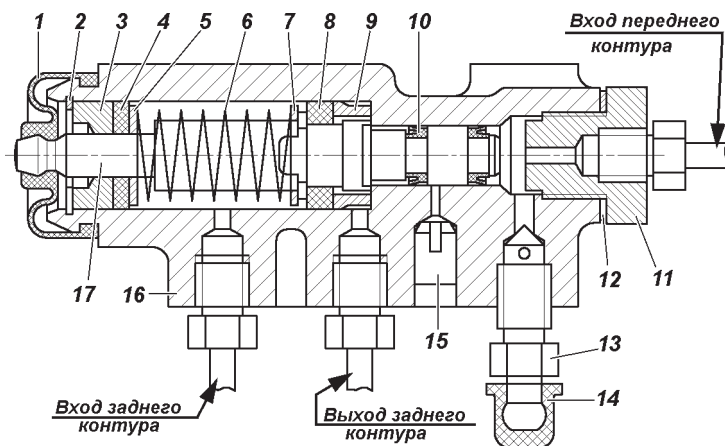

Рис. 9.32. Регулятор давления:
При нажатии на педаль тормоза поршень 17 (рис. 9.32) регулятора давления должен выдвинуться из корпуса на 1,7 - 2,3 мм. Отсутствие хода поршня, а также его недостаточный или чрезмерный ход свидетельствует о неисправности регулятора или его привода.
3. Заверните болт 4 до соприкосновения его с хвостовиком поршня 17 (см. рис. 9.32) регулятора.